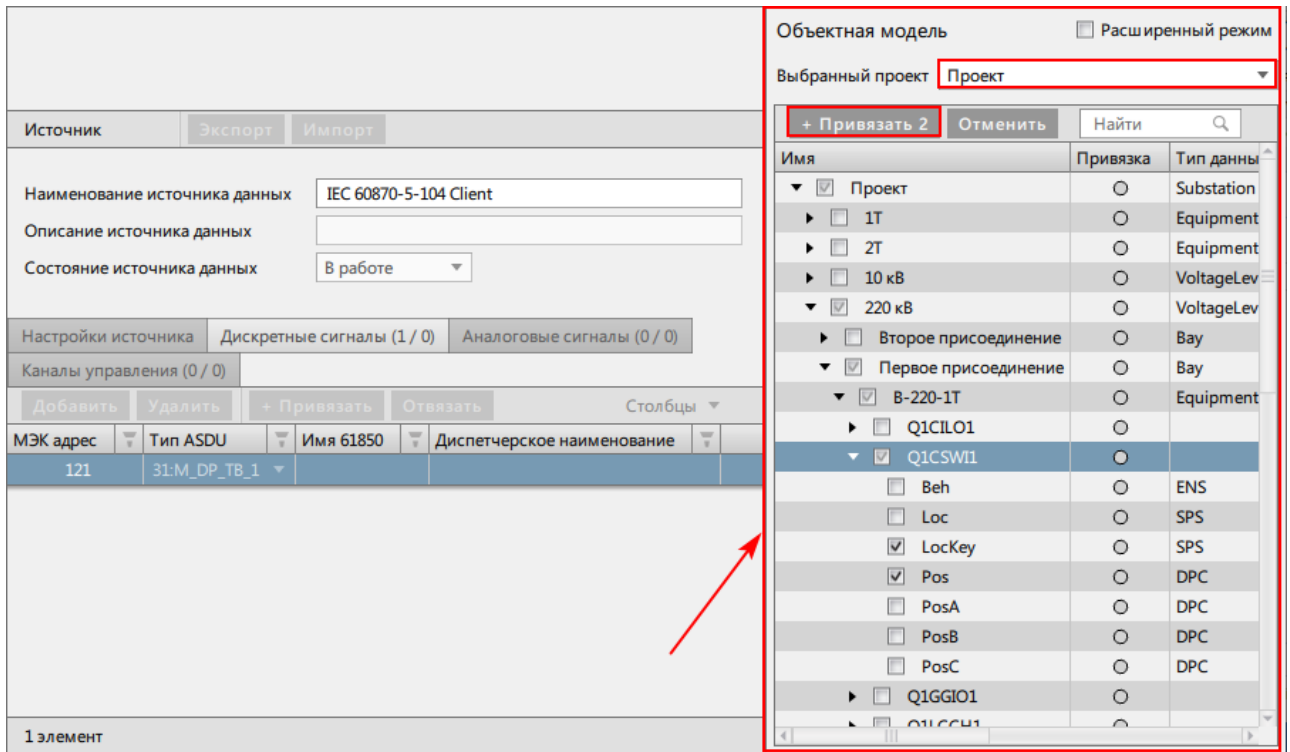

Рисунок 260 - Объектная модель
7. Нажмите **+ Привязать** (Рисунок 260).